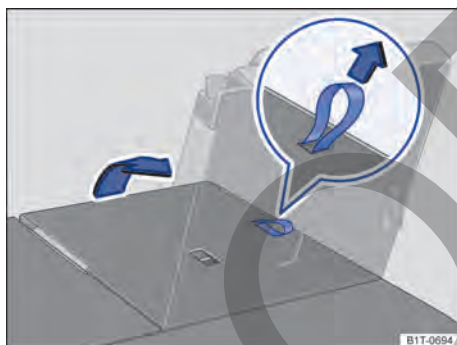

Fig. 97 Tercera fila de asientos: levantar el asiento.
- Tire del lazo situado en el respaldo del asiento → fig. 97 para levantar el respaldo. **O BIEN:** levante el respaldo del asiento con la mano desde el habitáculo.
- La marca roja de la palanca de desbloqueo → fig. 97 deberá dejar de verse.